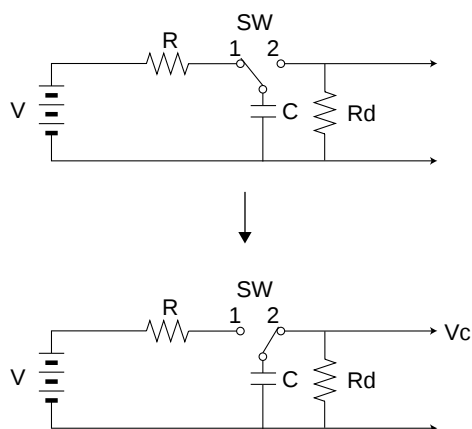

図 2-20
(図 2-20) の回路においてスイッチ SW を1側に倒しコンデンサ C を電源電圧 V まで充電した後、スイッチ SW を2側に倒し抵抗 R_d で放電した場合の放電時間 (t) とコンデンサの端子電圧 V_c (V) の関係は(式 2-24) となります。(式 2-24) より、放電後コンデンサの端子電圧 V_c (V) が V_n (V) となるまでの時間 t_n (s) は、(式 2-25) のようになります。